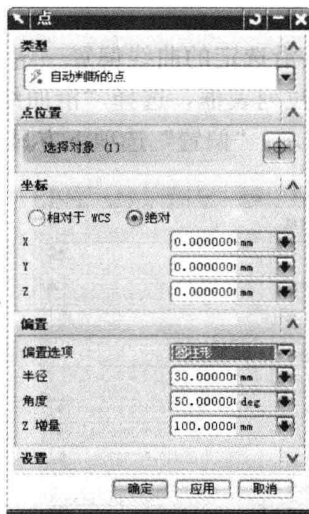
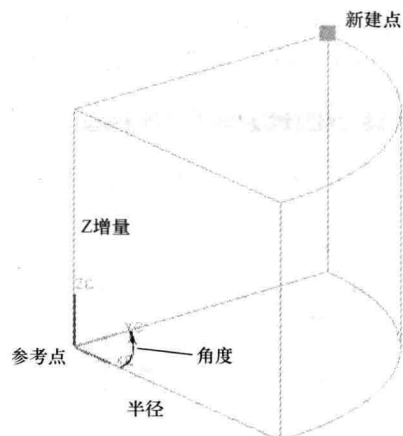

图 1-25 “点”对话框(七)
图 1-26 圆柱形偏置法示意图
2) 圆柱形(柱面坐标系)的偏置方法。圆柱形偏置方法是通过指定柱面坐标系中半径、角度、Z三个方向的坐标值来建立新点。单击图 1-16 所示的“点”对话框中“偏置”下拉列表框,选择“圆柱形”,并在绘图区选择已经存在的参考点,“点”对话框变为如图 1-25 所示。“偏置”选项下方显示“半径”、“角度”、“Z 增量”输入框,分别指定沿三个方向的偏置值,“坐标”选项下方的 X、Y、Z 坐标输入框用来指定参考点的坐标,参考点也可以在绘图区直接捕捉。单击对话框的“确定”按钮即可建立新的偏置点。圆柱形偏置法如图 1-26 所示。